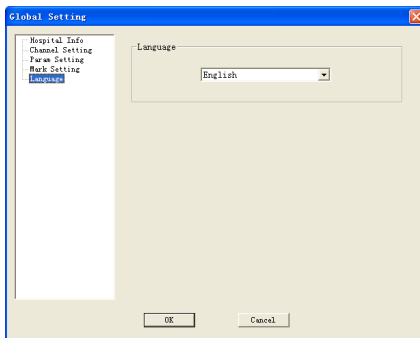

Figure 5.31
- 5) Régler la langue dans le menu « Language » (Langue) comme illustré dans la Figure 5.31.